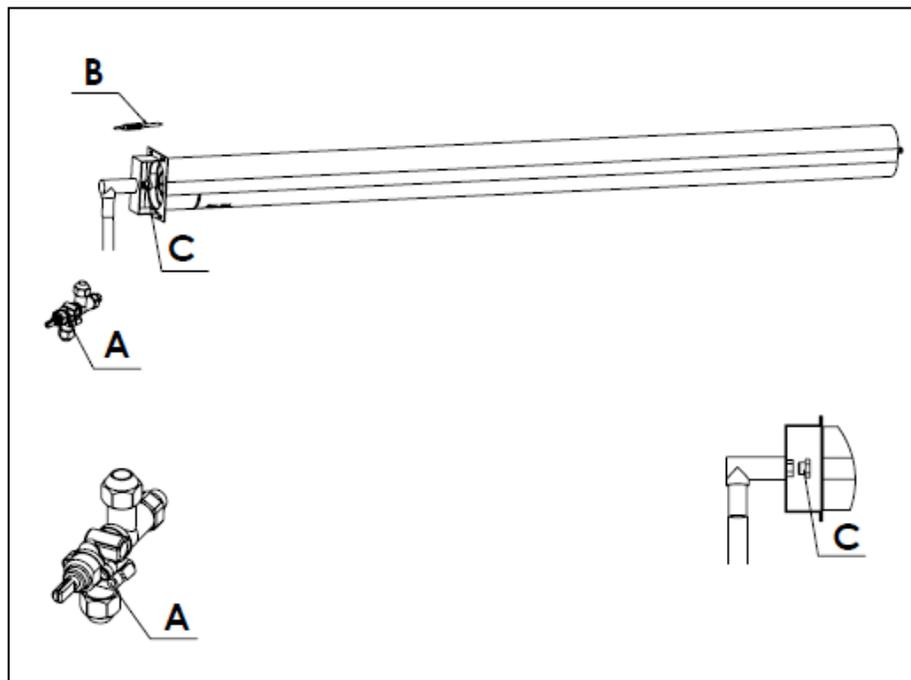

Bild 1
2. Wenn ungewollt Flamme erlischt. "B" wenn thermo denn Flamme nicht sieht, sicherheitsventilhahn "A" wird denn Gas zufuhr unterbrechen. (Abbildung 1)